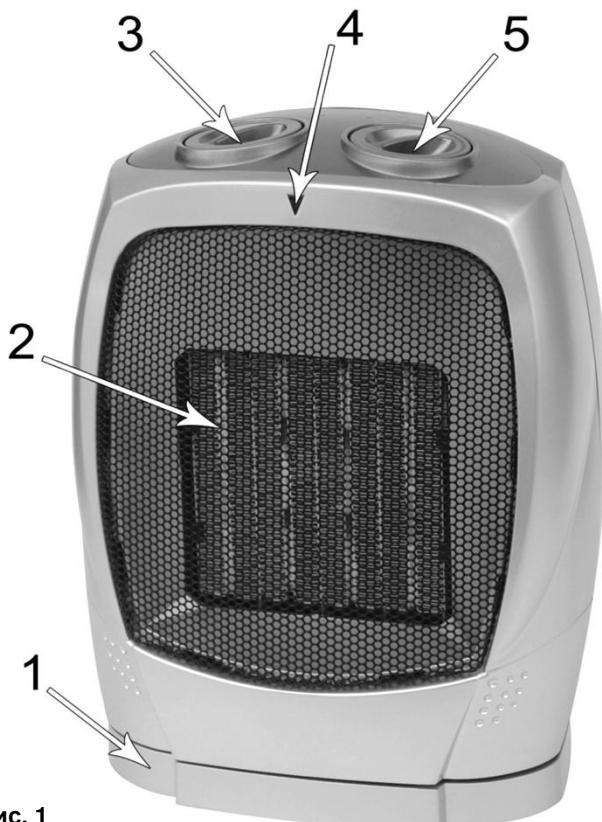

Рис. 1
- Установить ручку переключателя режимов (5)(См. Рис.1) в положение «0», ручку терmostата (3)(См. Рис.1) повернуть в крайнее против часовой стрелки положение: «Минимум» (MIN).
- Для включения тепловентилятора, ручку переключателя режимов (5)(См. Рис.1) нужно повернуть по часовой стрелке в положение «», а термостат (3) установить в минимальное рабочее положение, при этом включается электродвигатель вентилятора, и тепловентилятор работает в режиме вентиляции.
- Выключить прибор можно повернув ручку переключения режимов (5)(См. Рис.1) против часовой стрелки до положения «0».